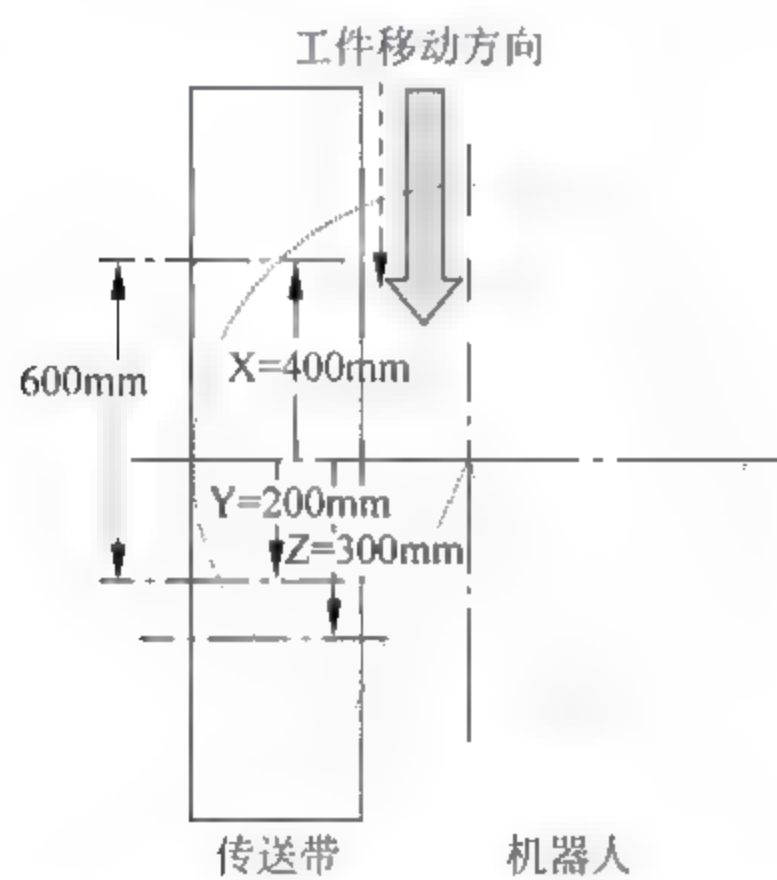

图 29-29 机器人追踪区域及机带关系
- (3) 传送带在机器人左侧,工件移动方向为从前向后,则设置 PTN 的 X 坐标=4;追踪区范围 PRNG: (X,Y,Z)=(+400, +200, +300),如图 29-29 所示。